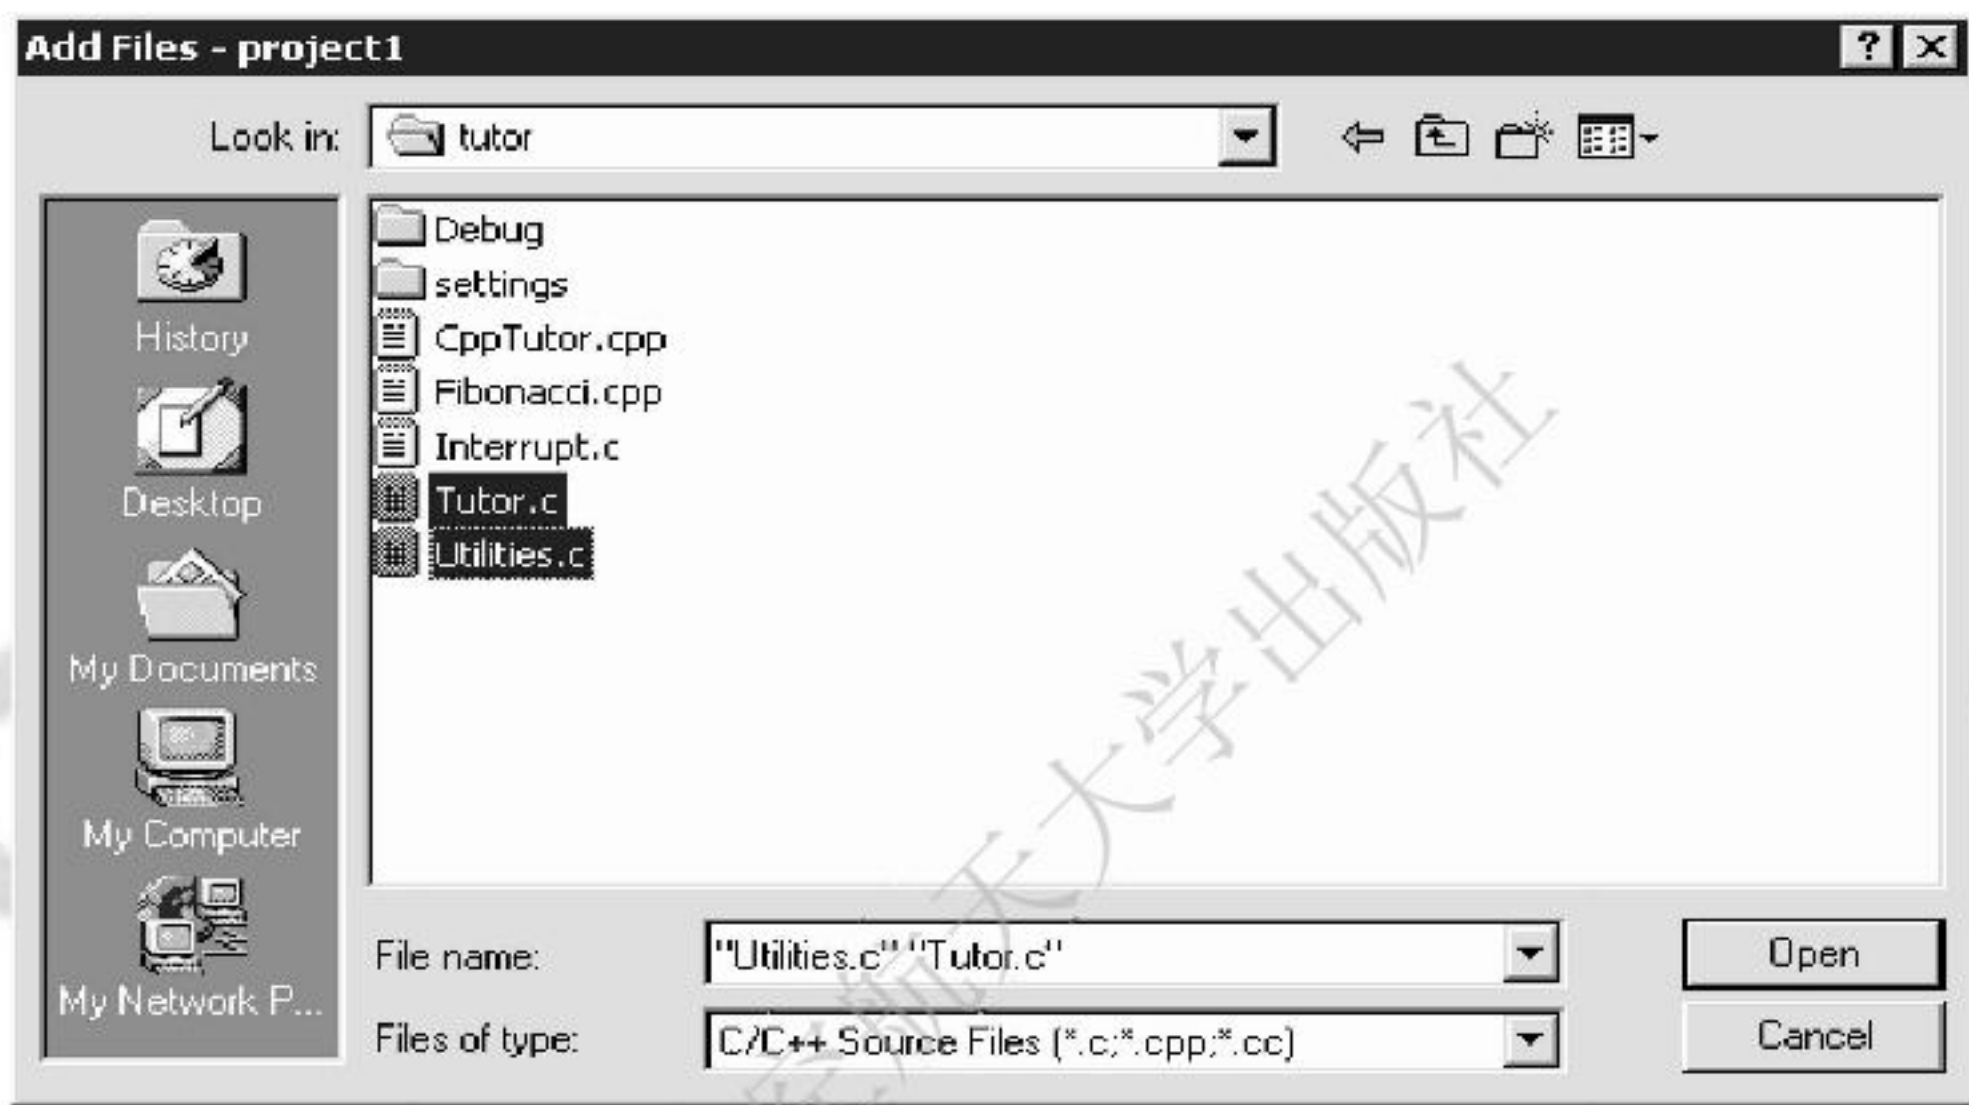

图 4-11 添加文件的对话框
5) 如果用户已经编辑好了源文件,则选择 Project→Add Files 命令就可以打开一个添加文件的对话框,见图 4-11。在这里可以向项目中添加源文件。在 Files of type 下拉列表框中可以选择要添加的文件类型。用鼠标同时选择多个文件或者按住 Ctrl 键单击多个文件名可以一次性地向项目中添加多个文件。当然,对于一般的初学者来讲,一般只有源文件是要添加的,另外,引用的那些是不需要添加的,那些一般都可以自动由编译软件自动加载进来。